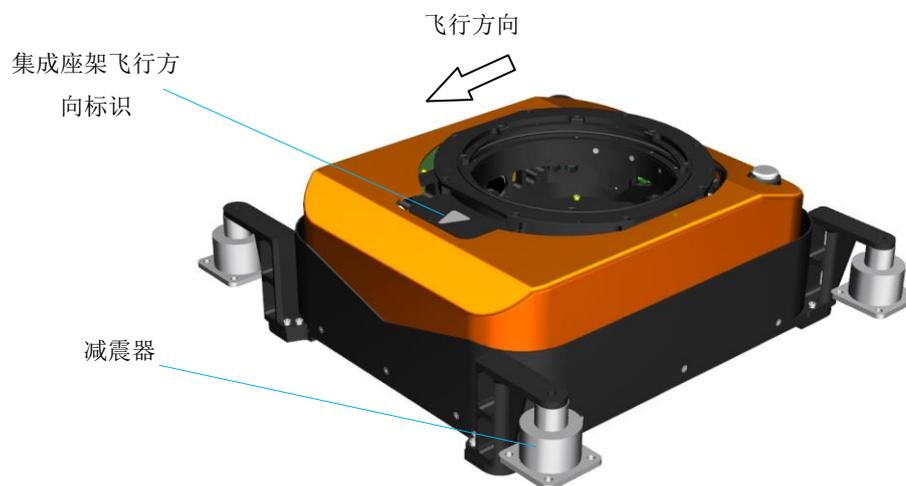

图 11 集成座架与减震器连接
c) 确认飞机的飞行方向，依照集成座架上飞行座架的标识，保证集成座架的飞行方向与飞机的飞行方向保持一致，将集成座架与减震器紧固连接，如图 11 所示: